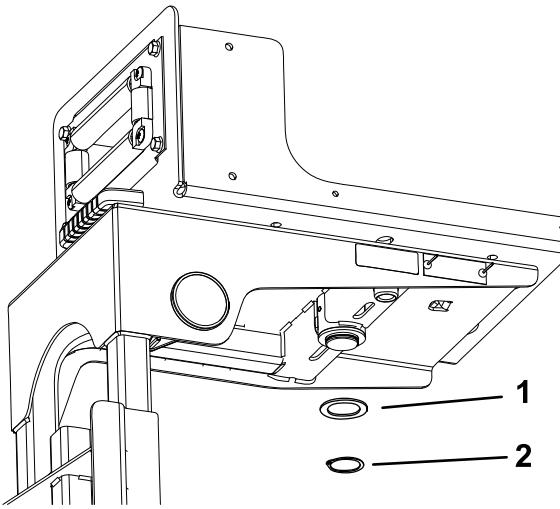

Figura 9
- En la parte inferior del bastidor del carrete de la manguera, coloque la arandela de empuje y la anilla a presión en la columna del soporte giratorio (Figura 9).